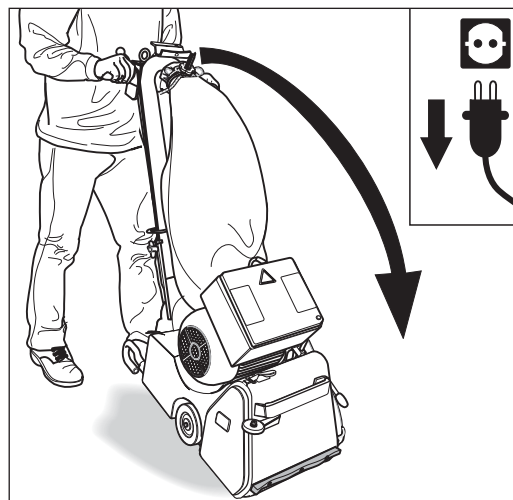
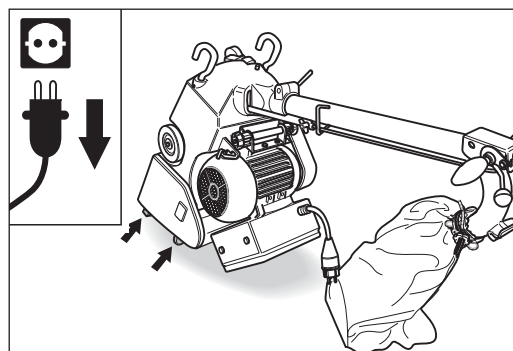

Abb. 86 Den Netzstecker aus der Steckdose ziehen und die Maschine langsam nach vorne kippen.
Abb. 87 Die Maschine vorsichtig auf dem Boden ablegen. **Auf einen sicheren Stand der Maschine achten!**
- 2 Kippen Sie die Maschine über den Haltebügel langsam nach vorne (Abb. 86) und legen Sie sie vorsichtig auf dem Boden ab (Abb. 87). **Achten Sie auf einen sicheren Stand der Maschine!**